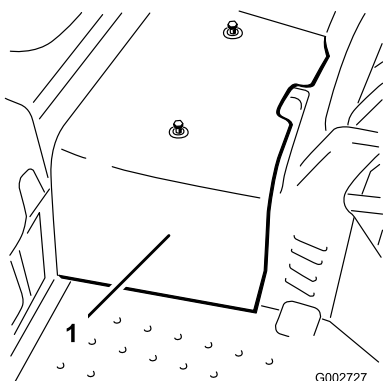

Figura 39
2. Desaperte os 2 parafusos que fixam o resguardo central à máquina e retire o resguardo (Figura 39).